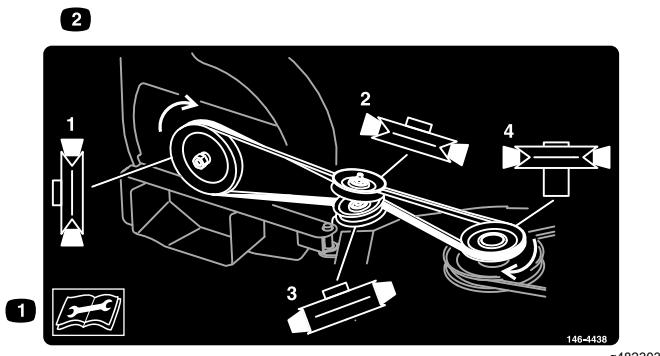

Figura 5
3. Montate la cinghia sulle pulegge e sul gruppo tendicinghia come illustrato nella Figura 5 e nella Figura 6.